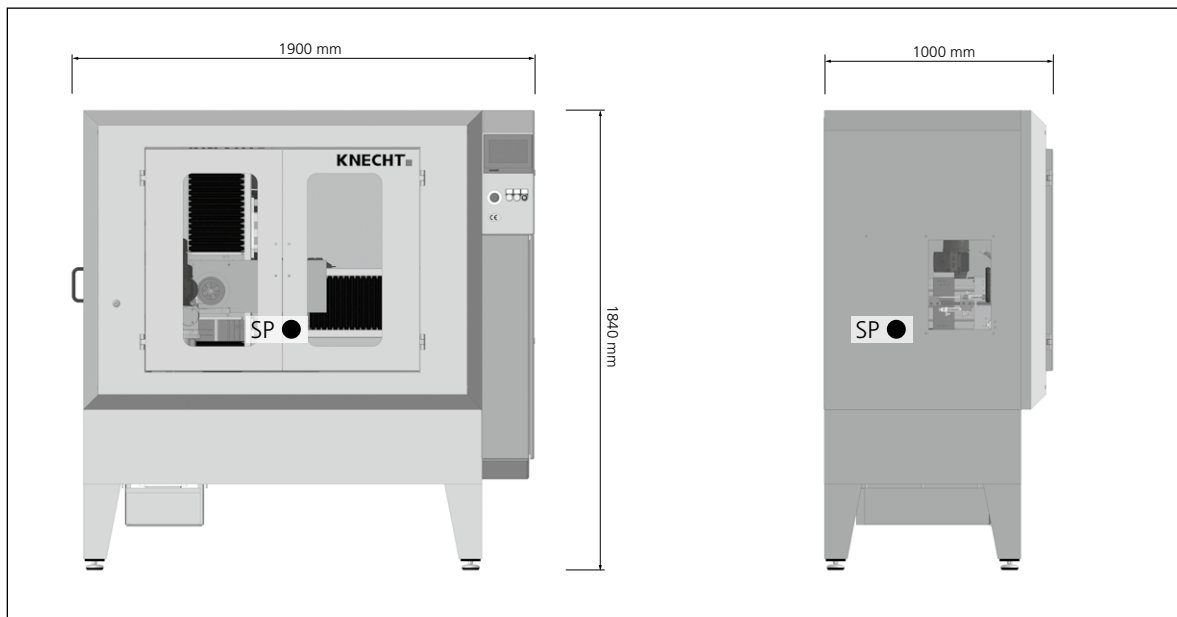

Bild 3-1 Abmessungen in mm und Schwerpunkte (SP) der Maschine
Beim Transport ist auf den Schwerpunkt der Maschine zu achten. In Bild 3-1 wird der Schwerpunkt (SP) angezeigt.